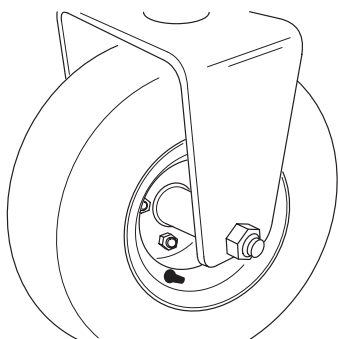

Figure 5
4. Disposez la courbe de la tête de boulon sous le bord inférieur de la chape pivotante. Posez et serrez le contre-écrou de fixation de la roue dans la chape (Fig. 5).